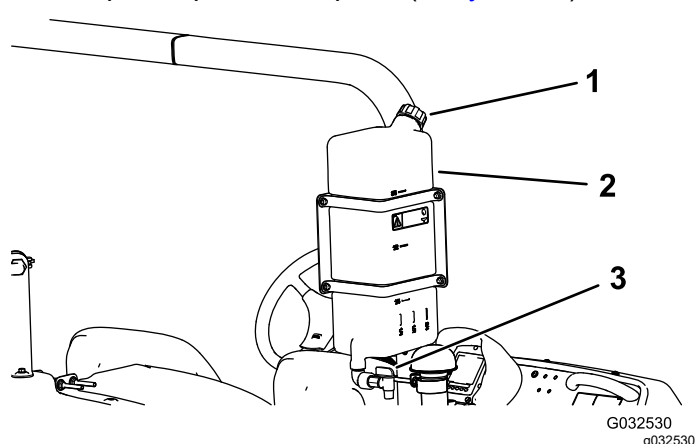

Рисунок 26
- Чтобы заполнить бак, отверните крышку в верхней части бака и залейте в него свежую воду, затем затяните крышку (Рисунок 26).
- Чтобы открыть кран бака свежей воды, поверните рычаг на кране (Рисунок 26).